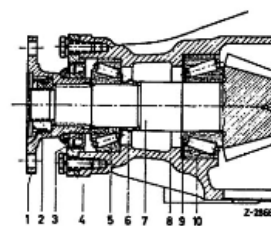

Bild 35–8/1
7 Stellung des Gelenkflansches zum Antriebskegelrad durch zwei Körnerschläge zeichnen, damit der Gelenkflansch beim Zusammenbau wieder in die gleiche Lage kommt (Bild 35–8/5).
8 Nutmutter entsichern und mit dem Spezialschlüssel (2) abschrauben. Dabei den Gelenkflansch (4) mit dem Halteschlüssel (3) festhalten (Bild 35–8/3).